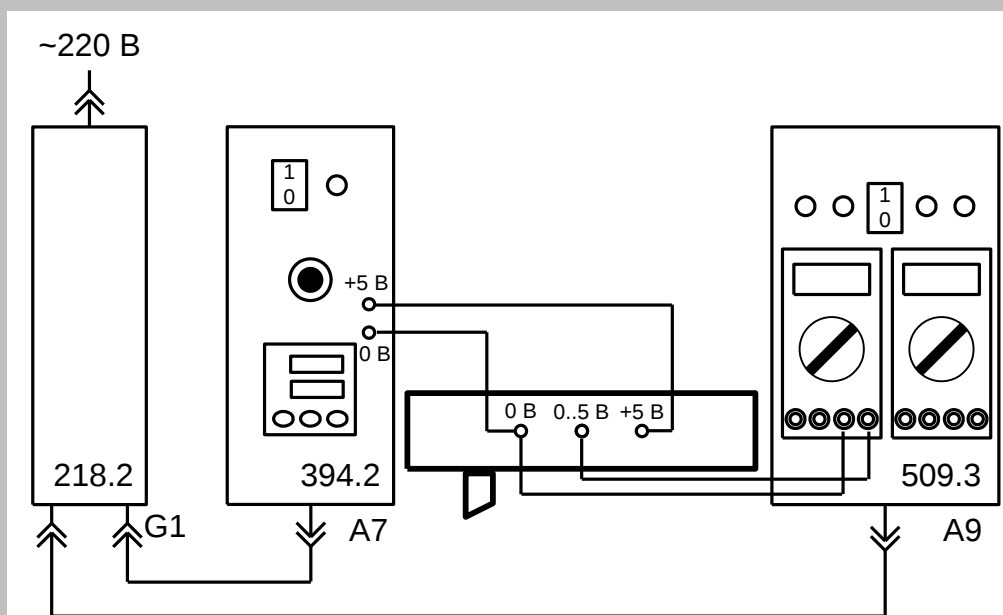

Рис. 2.3.2. Схема электрическая соединений при испытании резистивного аналогового датчика.
Резистивный датчик подключается к источнику питания +5 В блока электронагревателя А7 (394.2). Напряжение на выходе резистивного датчика (гнезда «0...5 В» и «0 В») измеряется мультиметром блока А9 (509.3). Схема электрическая соединений для испытания резистивного датчика приведена на рис. 2.3.2.
- Соедините аппаратуру в соответствии со схемой электрической соединений рис. 2.3.2.